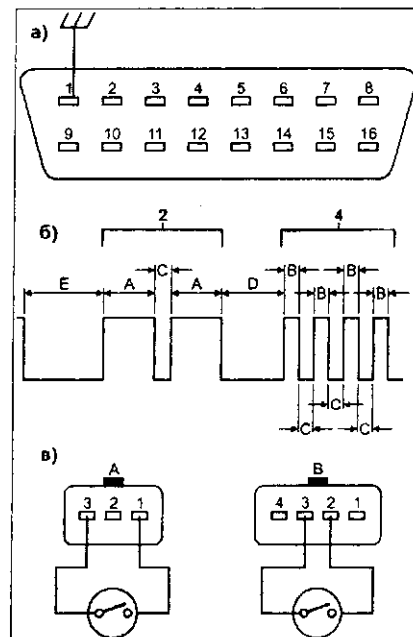

Рис. 4. Считывание и очистка памяти кодов DTC системы ABS
- при отключенном зажигании соединяют конт. 1 разъема DLC с «землей» (см. рис. 4а);
первая группа — десятки, вторая — единицы (см. рис. 4б — пример отображения кода DTC «24»). Длинная вспышка обозначает в коде DTC «десятки» (см. рис. 4б-А), а короткая — «единицы» (см. рис. 4б-В). 0,5-секундные паузы между вспышками лампы ABS WL разделяют вспышки в каждой группе (см. рис. 4б-С), 2-секундные паузы — разные цифры одного DTC (см. рис. 4б-Д), а 3-секундные паузы — разные коды DTC (см. рис. 4б-Е).
- при отключенном зажигании отсоединяют разъем датчика BPP и подключают к контактам разъема жгута выключатель (см. рис. 4в-А — III и рис. 4в-В — для автомобилей с круиз-контролем;